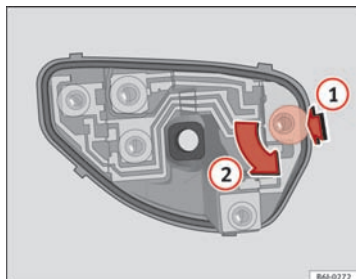

Fig. 163 Udskiftning af pærer i baglygter
- Når pæreholderen er taget af, skal du trykke i pilens retning (1) og samtidig dreje i pilens retning (2) ⇒ Fig. 163.